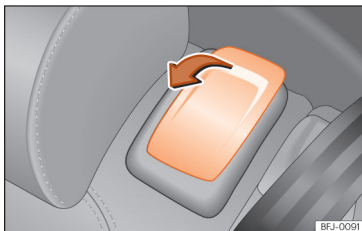

Abb. 112 Zweite Sitzreihe: Bedienungselemente der Einstiegshilfe.
- Gegebenenfalls Gegenstände aus dem Fußraum der zweiten Sitzreihe entfernen » » ❶.
- Entriegelungshebel in Pfeilrichtung ziehen » » **Abb. 112.**
- Hebel » » **Abb. 112** ziehen und Sitzlehne nach hinten in die aufrechte Position klappen. Der komplette Rücksitz klappt nach hinten » » ⚠.